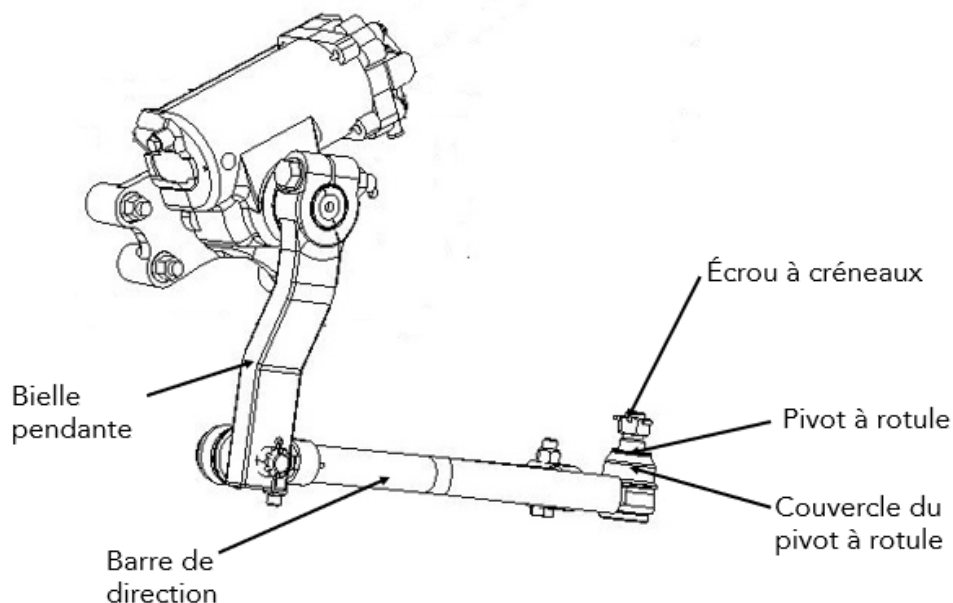

Figure 2 - Composants de la barre de direction
3. Demandez à quelqu'un de tourner le volant d'un côté à l'autre. En même temps, vérifiez le mouvement de l'extrémité des pivots à rotule des deux côtés de la barre de direction (Figure 2).